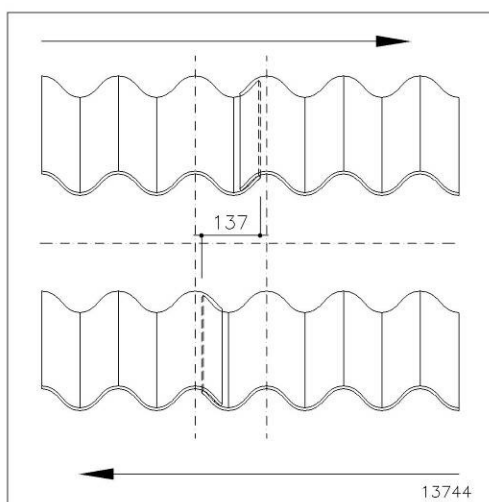

Fig. 20: Position des plaques ondulées ECOLOR lors de la pose de faîtières G
- lors de la pose des plaques ondulées ECOLOR, les repères sur le deuxième versant sont décalés de 137 mm vers la gauche par rapport au premier versant (Fig.20) afin de permettre un raccordement correct des accessoires. Les lignes d'axe des sommets d'ondes doivent se prolonger d'un côté à l'autre des deux versants.